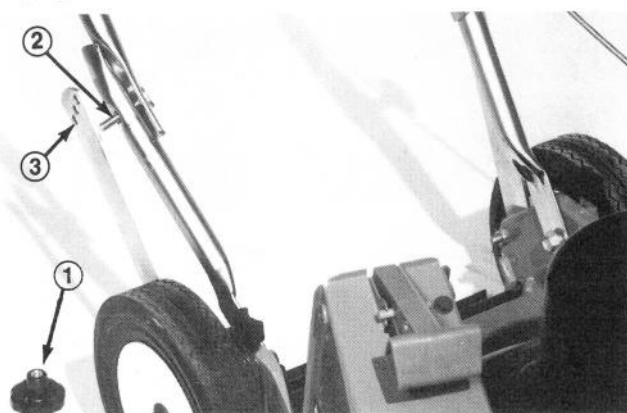

Figure 2
1. Le guidon est réglable à trois différentes hauteurs selon les préférences de l'utilisateur. Desserrez un bouton et enlevez l'autre bouton sur le côté opposé du guidon. Alignez le tige filetée sur le côté du guidon avec le trou dans la barre d'enclenchement (Fig. 2), et poussez la barre vers l'intérieur pour l'engager sur la tige.